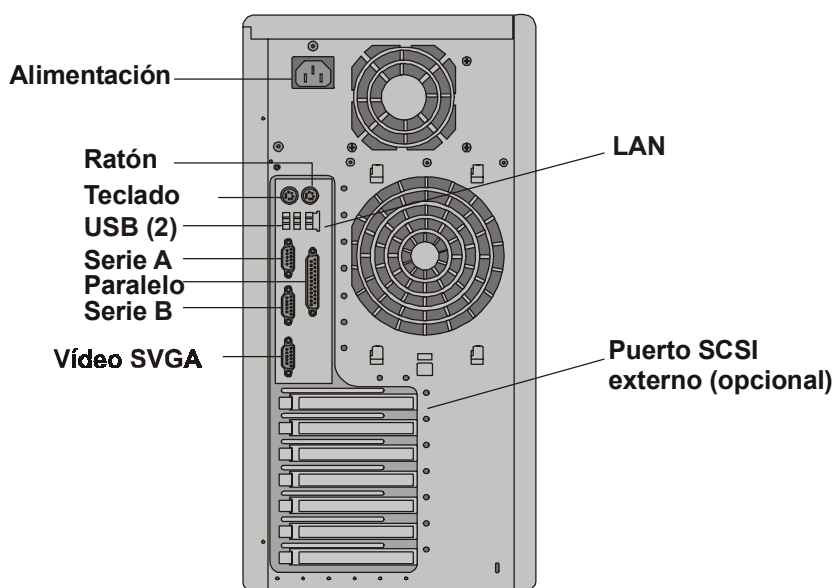

Figura 3-23. Puertos del panel posterior
1. Conecte el monitor, el teclado y el ratón al HP Server tc3100 mediante las conexiones suministradas en la parte posterior del chasis. Consulte la Figura 3-23.